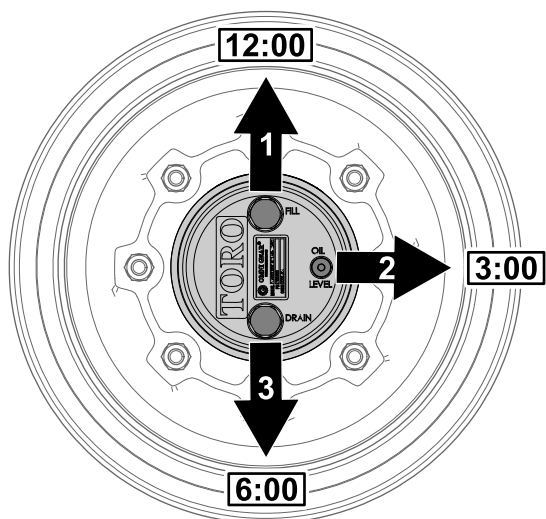

Рисунок 103
1. Припаркуйте машину на ровной поверхности, расположите колесо так, чтобы пробка заливного отверстия находилась в положении «12 часов», пробка контрольного отверстия – в положении «3 часа», а пробка сливного отверстия – в положении «6 часов» (Рисунок 103).
см. Рисунок 103 в разделе Проверка масла в планетарном редукторе (страница 75).